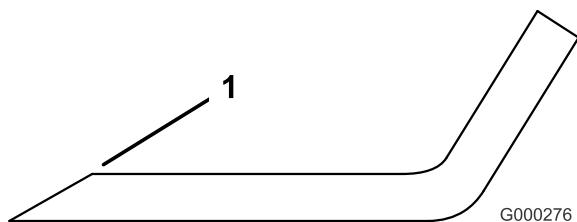

Figure 88
3. Examinez les tranchants de toutes les lames et aiguissez-les s'ils sont émoussés ou ébréchés. N'aiguisez que le haut du tranchant et conservez l'angle de coupe d'origine pour obtenir une coupe nette (Figure 88). Limez la même quantité de métal sur chacun des deux tranchants pour ne pas déséquilibrer la lame.